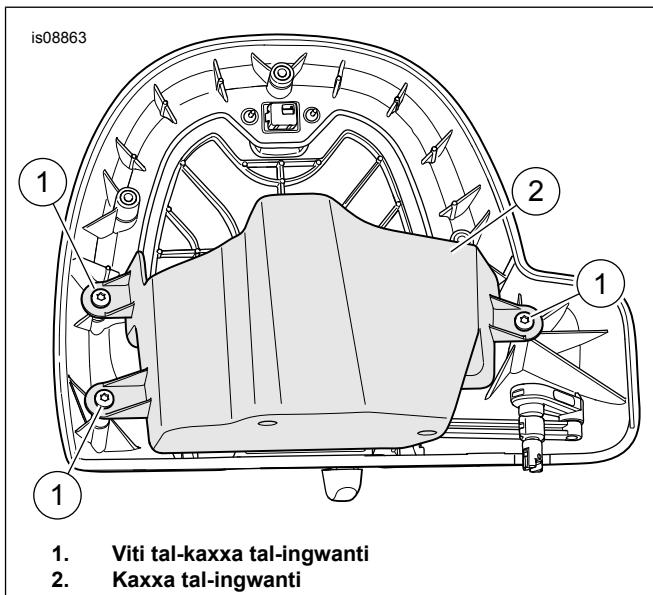

Figura 3. Viti tal-Kaxxa tal-Ingwanti
- Ara Figura 3 . Aqla' t-tlett viti tal-kaxxa tal-ingwanti. Aqla' l-assemblaġġ tal-kaxxa tal-ingwanti (2).